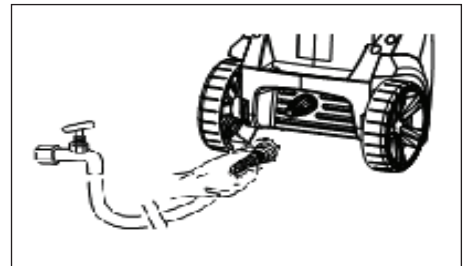

Figure 11 - Attachez le tuyau d'arrosage à l'unité
9. Attachez le tuyau d'arrosage à l'unité (voir les figures 11 et 12).